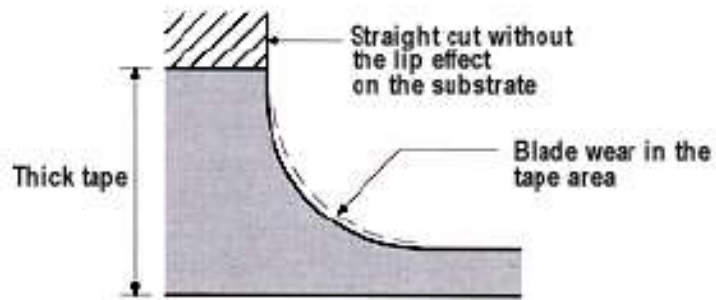

図 17
3. レジンブレードを使用した硬質アルミナの用途では、主にブレードの摩耗が激しいために、テープとの接触点でのチッピングクラック現象が発生します(図 16)。ブレードの摩耗は主にブレード刃先の角で発生し、丸みを帯びます。これによりテープとの接触点で素材に小さなリップが発生します。リップは切断処理中またはダイ分離処理中に基板から分離します。より厚いテープを使用しテープを.005 ”から.010 ”に深くカットするとリップ効果がなくなり、ダイのエッジがまっすぐになり、ブレード刃先の丸い部分がテープの内側になります(図 17)。